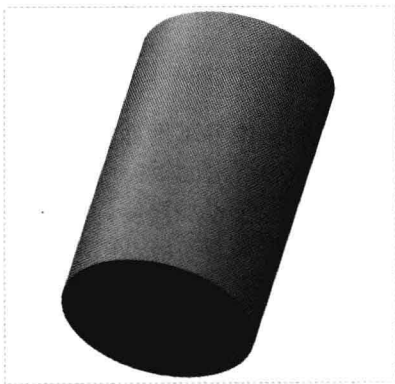

图 6-35 图形文件
Step 01 按【Ctrl+O】组合键, 打开图形文件, 如图 6-35 所示。